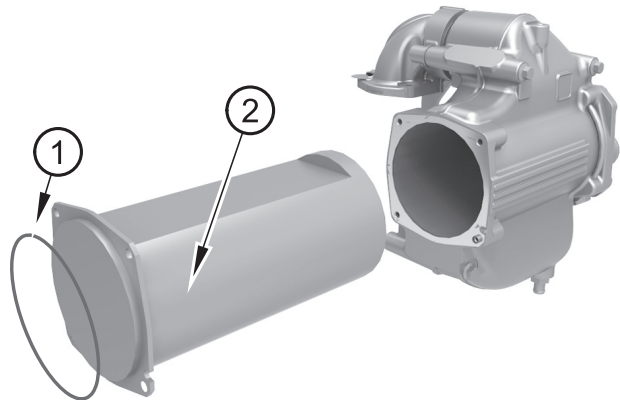

Figura 25
1. Retire la junta tórica (figura 25, elemento 1) y el conducto de salida (elemento 2).